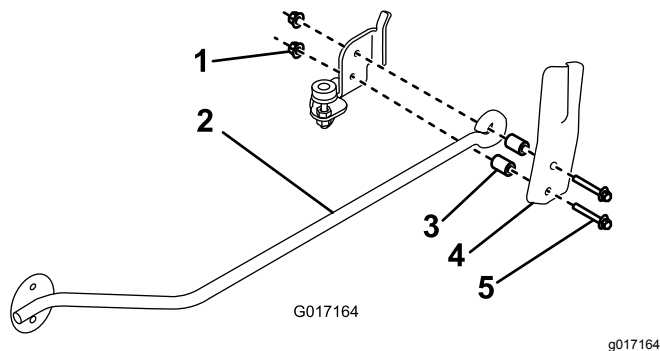

Figure 6
6. Montez un ressort et une tige sur le support de brosse à l'aide de 2 boulons (M6 x 40 mm), entretoises et contre-écrous (M6), comme montré à la Figure 6.